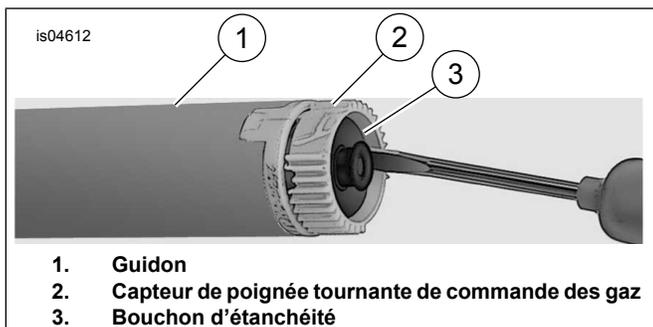

Figure 2. Retirer le bouchon d'étanchéité
- Voir la figure 2. Insérer un petit tournevis ou un autre outil doté d'une lame plate dans une zone plate d'un côté du capuchon d'étanchéité.